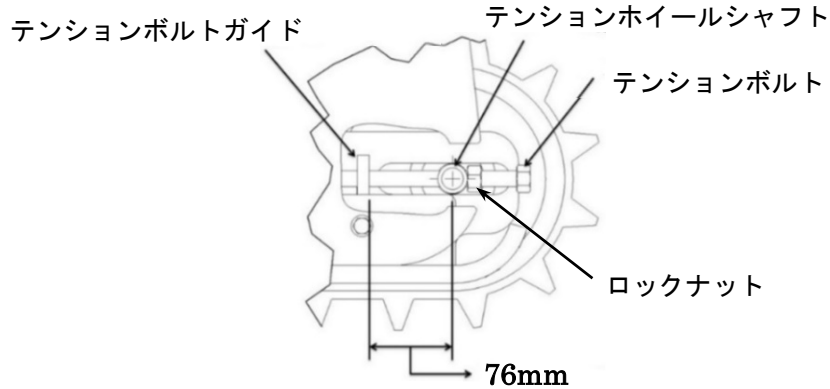

図30. テンションホイールの調整
1. レンチを使用して、テンションボルトガイドとテンションホイールシャフトの中心間の距離が76mmになるよう2本のテンションボルトを締める。(図30参照)